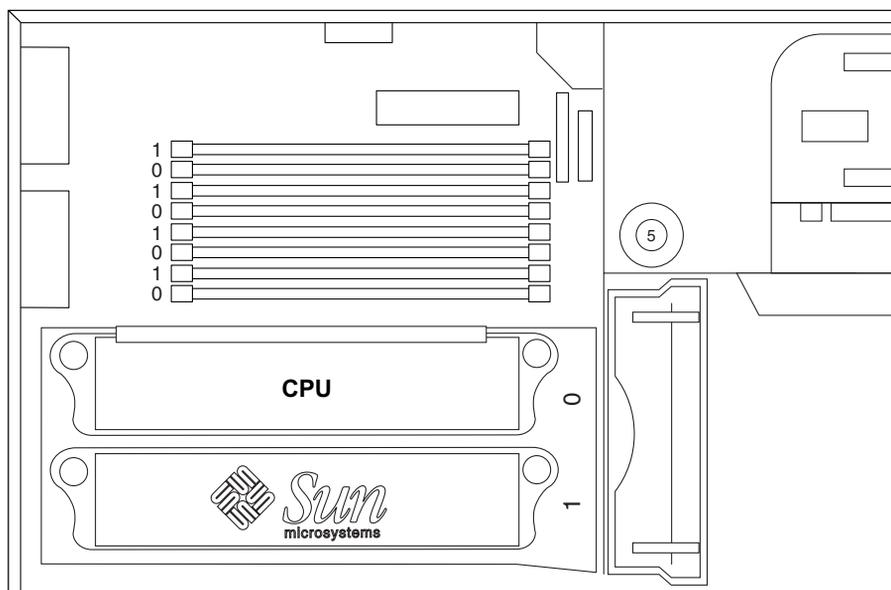

图 14 主板上的 DIMM 区
- 系统的双列直插式内存模块 (DIMM) 以两个逻辑区排列，0 区和 1 区，每区包含四个连接器。请参阅图 14。
- 出厂时 DIMM 的默认安装位置是在图 14 中标记为“0”的四个连接器。